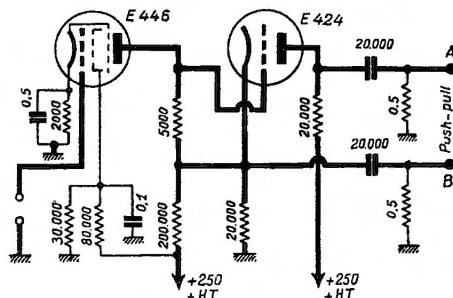

Fig. 5. — Le nouveau cathodyne push-pull à lampe préamplificatrice, dérivé du schéma que nous avons publié dans notre numéro 10, page 368.
Si l'on veut profiter de toute la bande passante d'un récepteur à sélectivité variable, il est indispensable d'utiliser un amplificateur BF à grande fidélité. Le schéma du cathodyne push-pull (3) avec lampe préamplificatrice à liaison directe est celui qui nous semble le plus intéressant (fig. 5).
La figure 5 indique toutes les valeurs nécessaires à la réalisation.